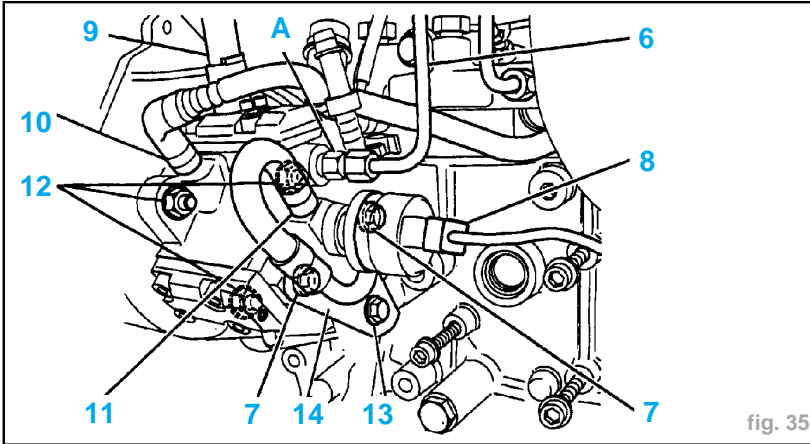

fig. 35
Impératif: Appliquer un contre couple en (A) (fig. 35).
- canalisation haute pression (6)
- les vis (7)
- Desserrer la vis (13).
- Basculer le support (14).
- Débrancher les connecteurs (8), (9).
- Écarter les tuyaux (10) et (11).
- Déposer les fixations (12).
- Remplacer systématiquement le tuyau (6) haute pression (fig. 35).
- les fixations (12) à **2.25 m.daN.**
- les vis (7), (13) à **2 m.daN.**
- l'écrou (4) à **5 m.daN.**
- Serrer le tuyau (6), serrage: **2 m.daN** (à l'aide de la clé à tuyauter ref 1603G)